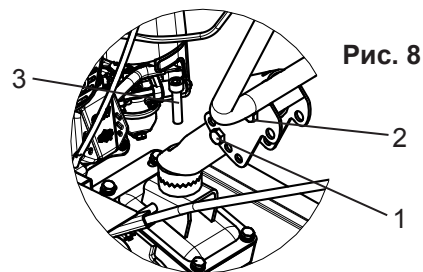

Рис. 8
- Для изменения угла наклона в вертикальной плоскости руля открутите один болт М10-6gx65 (рис. 8 поз. 1) и ослабьте затяжку второго болта (поз. 2), установите руль на нужный уровень высоты.